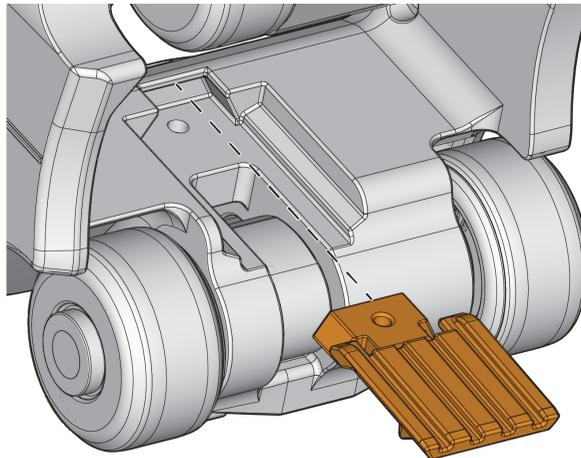

Figure 5-12 Retrait de la plaquette de verrouillage du support de sonde
3. Depuis le bas du chariot, faites glisser la plaquette hors de la queue d'aronde (Figure 5-12 à la page 87).